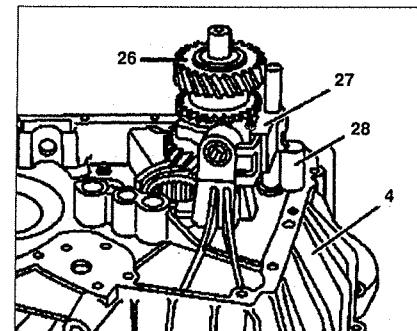

Рис. 6.12. Разборка и сборка коробки передач:
15. Снимите ведущий 22 и выходной 21 валы вместе с вилками переключения передач 20, 23 и 24 вместе с корпусом сцепления (см.рис.6.11). Вилка 27 должна быть в нейтральном положении (см.рис.6.12). Вставьте 40-мм распорную втулку.